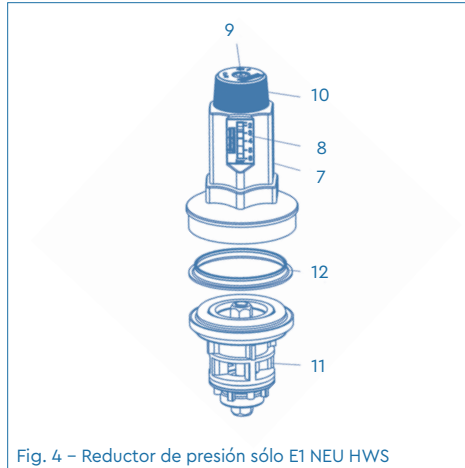

Fig. 4 - Reductor de presión sólo E1 NEU HWS
**Reductor de presión (sólo E1 NEU HWS, Fig. 4) que consta de:**